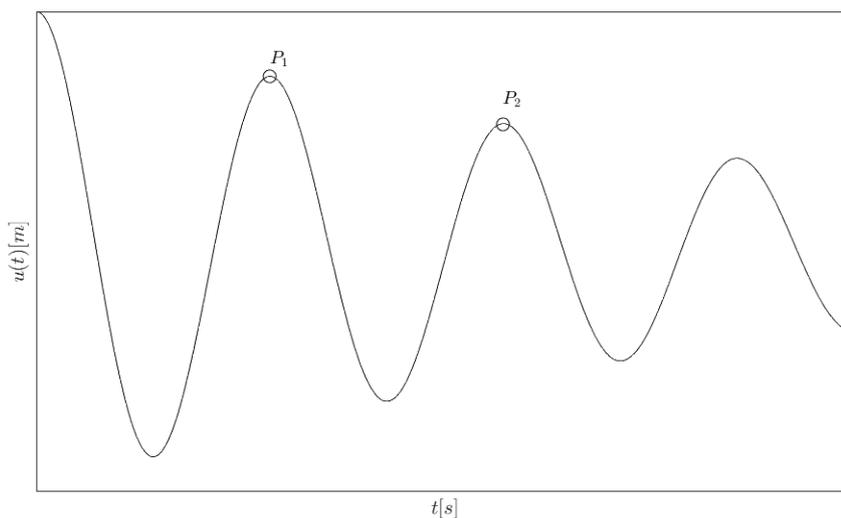

Figura 9
- e) A Figura 9 apresenta a série temporal de deslocamento $u(t)$ da turbina em vibração livre. Sabe-se que as coordenadas do ponto P_1 indicado são $(2\text{ s}; 0,073\text{ m})$. Determinar as coordenadas do ponto P_2 . Justificar as simplificações utilizadas.